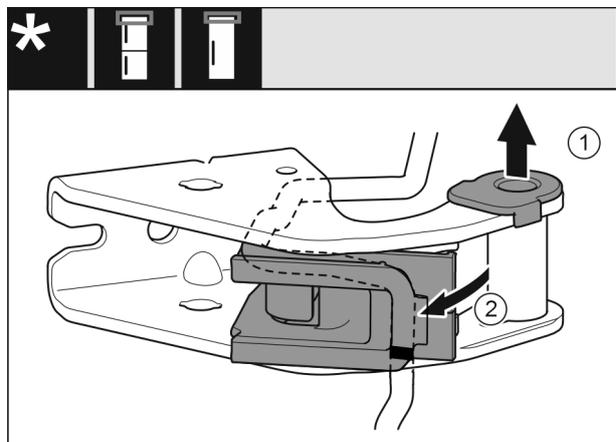

Fig. 14
- ▶ Lagerbock aus Führung ziehen. Fig. 14 (1)
- ▶ Kabelhalterung ausschwenken. Fig. 14 (2)